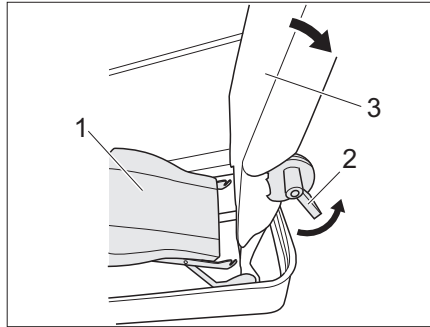
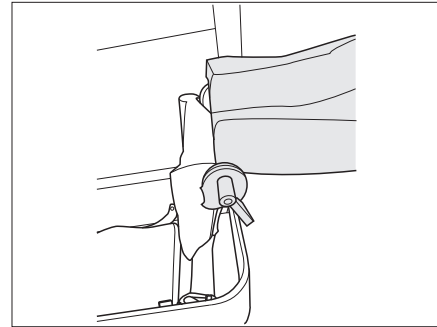

Bild 213 Sitzfläche aushängen
Bild 214 Sitzlehne um 90° nach hinten gedreht
- Sitzfläche (Bild 213,1) aushängen und nach unten bewegen.
- Hebel 1 (Bild 213,2) betätigen und Sitzlehne (Bild 213,3) um 90° nach hinten drehen (Bild 214).